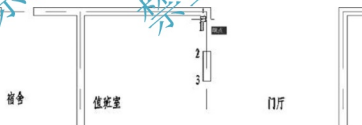

图 3.54 指定第二条尺寸界线原点
② 在**指定第二条尺寸界线原点**: 提示下, 捕捉图 3.54 所示的门洞口左上角点 (1 处), 作为线性标注的第二条尺寸界线的起点。